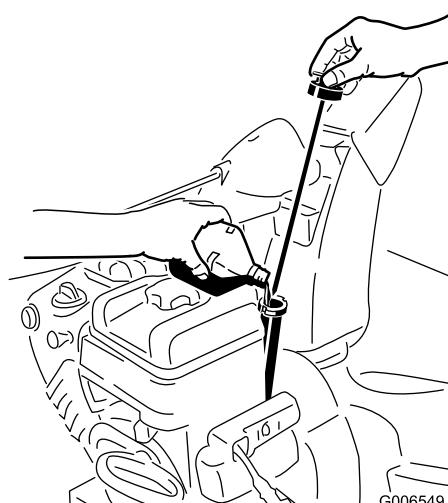

Figura 12
- 1. Togliete l'asta di livello e versate **lentamente** l'olio nel tubo di riempimento fino a portarne il livello al segno di pieno (Full) sull'asta. **Non riempite troppo** (Figura 12).